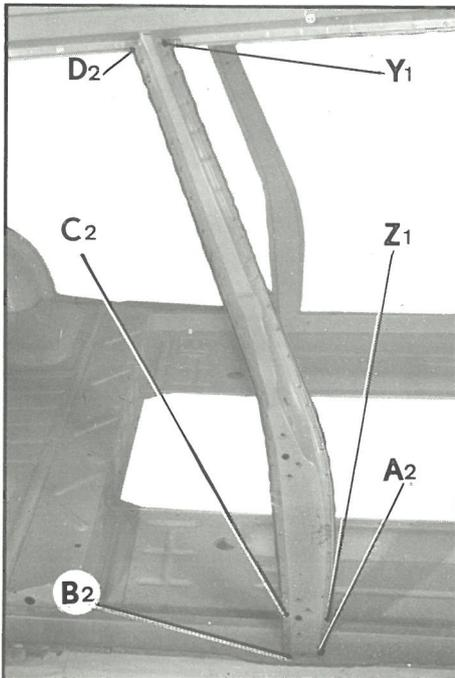

Fig. 10
- en* Y₁ Z₁ (fig. 10)
- en* C₂ D₂ (fig. 10)
- en* A₂ B₂ (fig. 10)